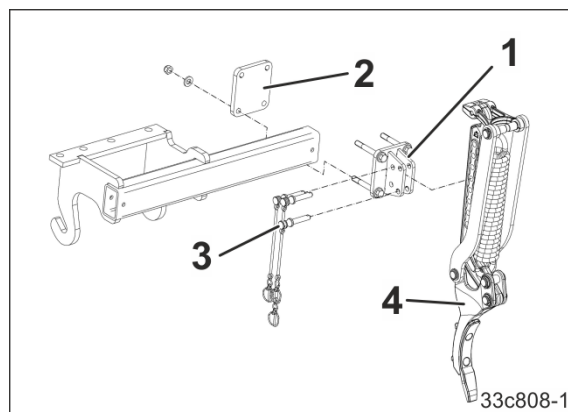

Fig. 78
1. Visser le support d'efface-traces (Fig. 78/1) avec la plaque de blocage (Fig. 78/2) sur le cadre de montage.
2. Fixer les effaceur de traces (Fig. 78/4) tout en haut en utilisant l'axe de fixation (Fig. 78/3) et bloquer avec une goupille d'arrêt.